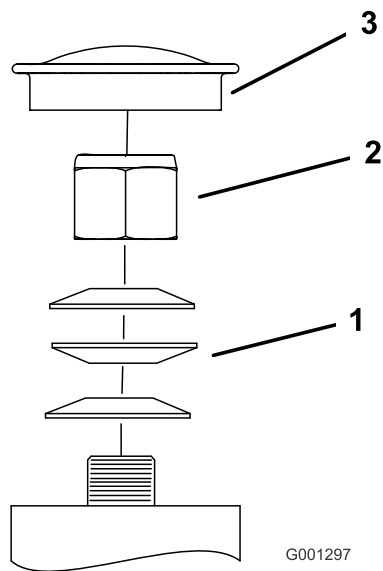

Bild 59
3. Entfernen Sie den Staubdeckel vom Laufrad und ziehen Sie die Sicherungsmutter an (Bild 59).
4. Ziehen Sie die Sicherungsmutter so weit fest, dass die Federscheiben flach liegen und schrauben dann um 1/4 Umdrehung zurück, um die Lager richtig vorzuspannen (Bild 59).
Wichtig: Achten Sie darauf, dass die Federscheiben korrekt wie in Bild 59 dargestellt eingesetzt sind.
5. Setzen Sie den Staubdeckel ein (Bild 59).